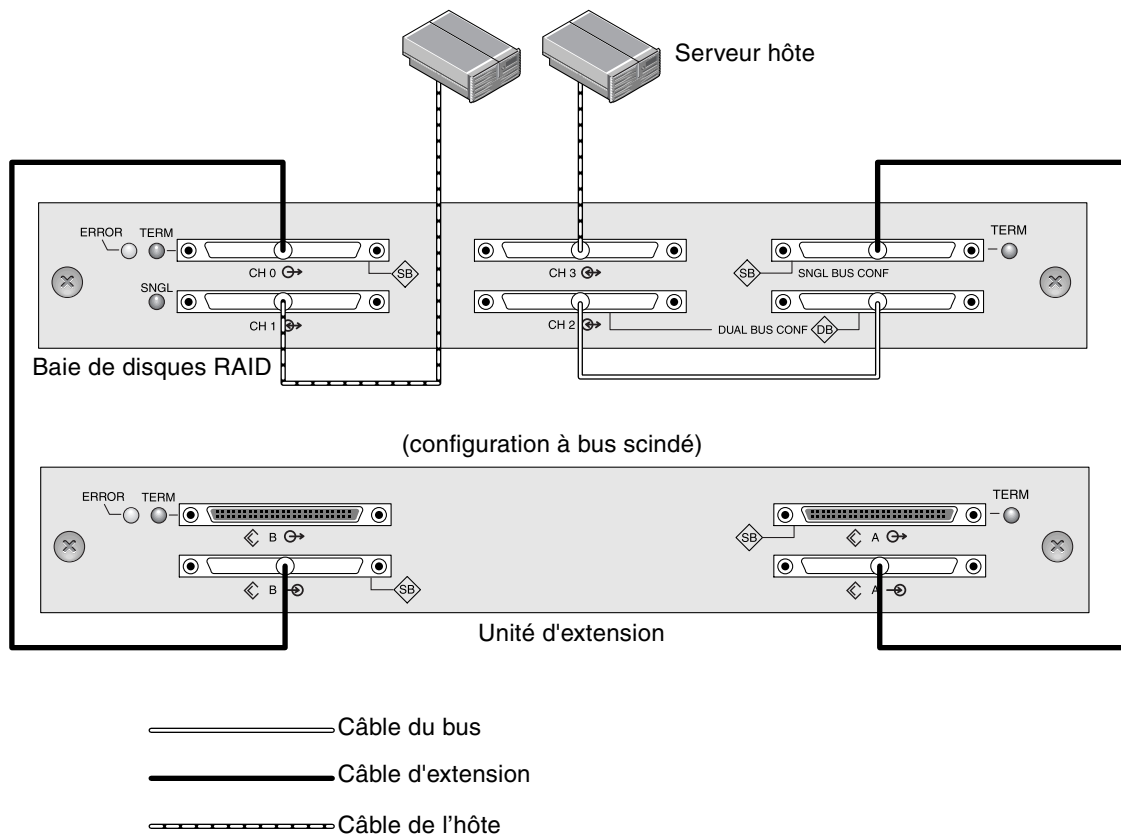

FIGURE 4-22 Configuration à bus scindé avec une baie RAID et une unité d'extension
Dans la FIGURE 4-22, les canaux RAID 0 et 2 sont étendus dans l'unité d'extension, dans une configuration à bus scindé configurée sur la baie RAID et conservée par défaut pour l'unité d'extension.
3. Les figures suivantes indiquent les ID de disques par défaut pour une configuration à bus scindé, sur la base de la configuration illustrée à la FIGURE 4-22.